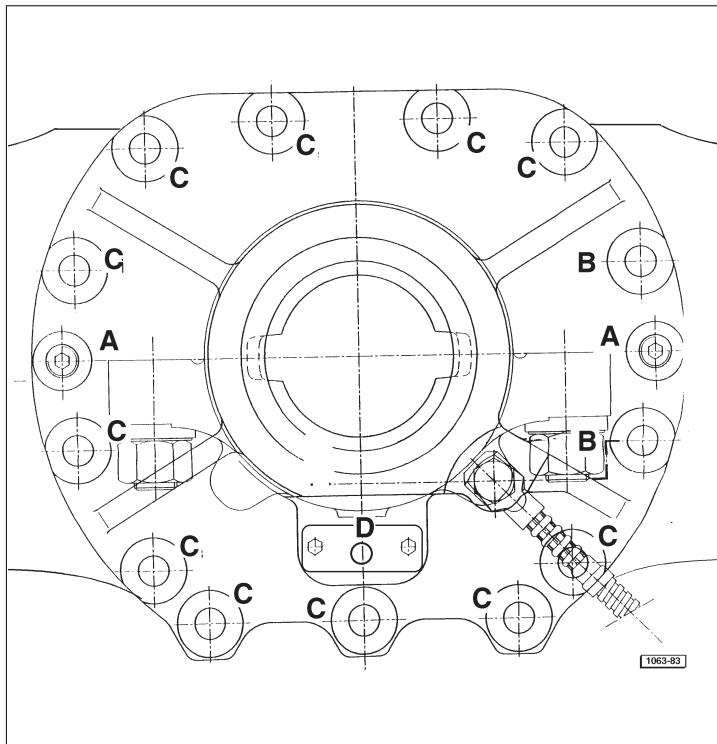

Fig. 6 - Montage du différentiel.
- Monter les deux goujons filetés **A** réf. 2.1699.434.0 au frein filet Loctite 272, (Fig. 6).
- Monter les 2 vis **B** réf. 2.0113.413.2 au frein filet Loctite 270, (Fig. 6).